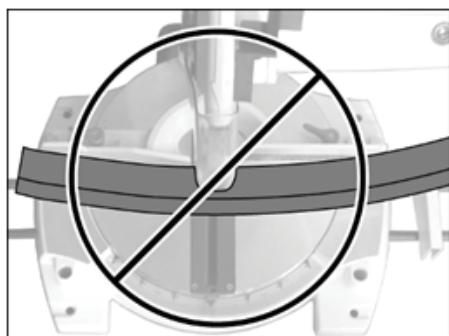

Рис. 6
- Операція нижче – потенційно небезпечна (Рис. 6).